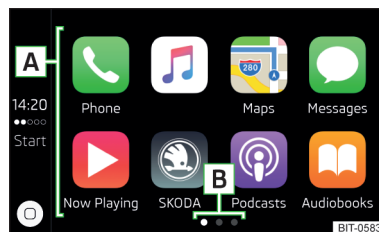

Fig. 220
► Seleccionar en el menú principal Apple CarPlay la aplicación deseada en el área **A** » fig. 220.